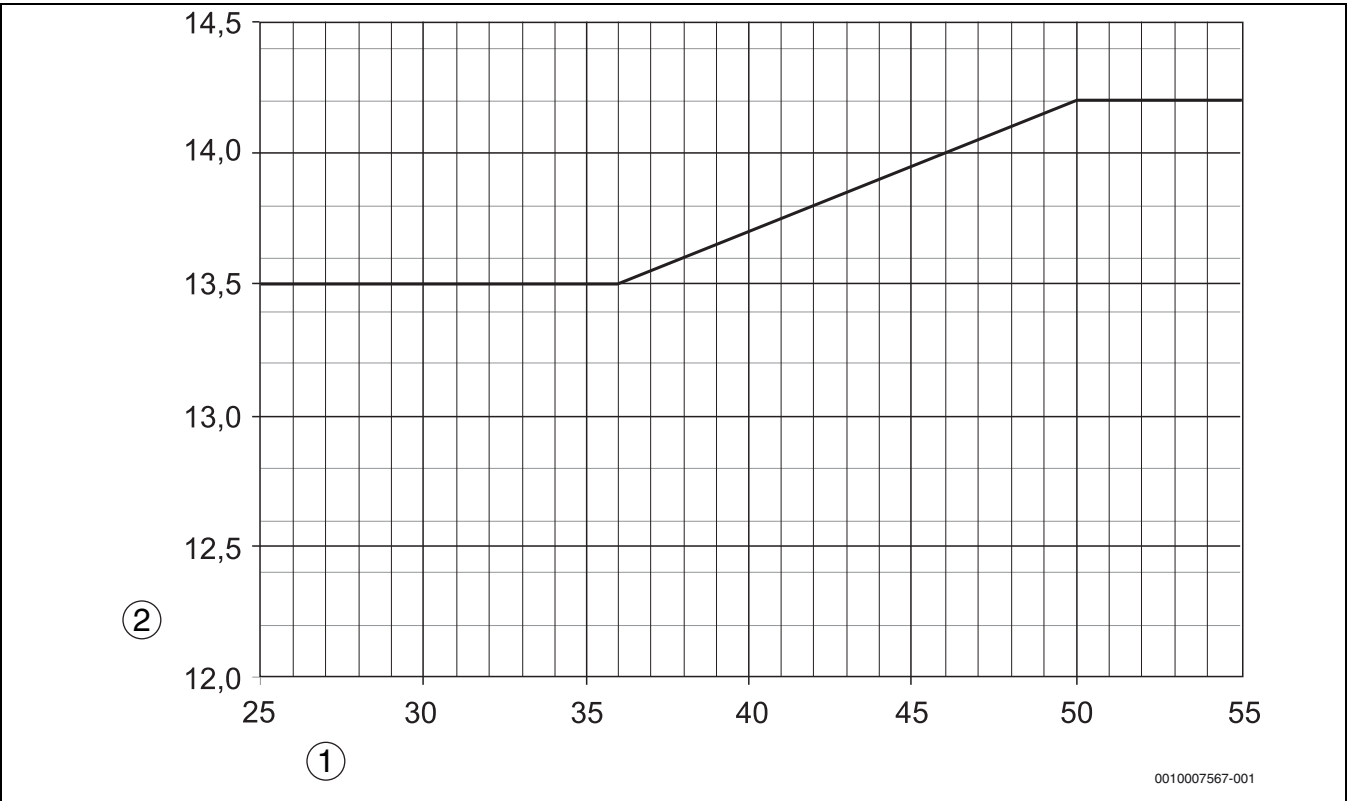

Bild 7 CO₂-Einstellung bei Zuluft über konzentrische Zuluft- und Abgasführung (gilt mit und ohne Brennerhaube)
- ▶ CO₂-Gehalt an der Druckregulierschraube an der Ölpumpe entsprechend Bild 6 oder Bild 7 nachregulieren, je nachdem, ob die Zuluft direkt durch die Außenwand oder über ein konzentrisches Rohr angesaugt wird.